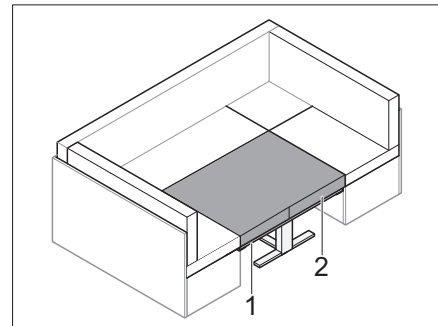

Bild 64 Eingelegtes Zusatzpolster
- Mitgeliefertes Zusatzpolster (Bild 64,2) einlegen.